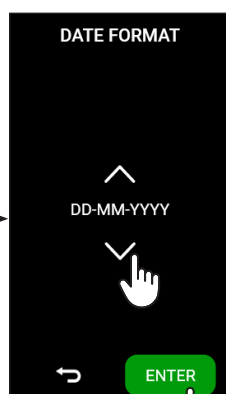

fig.3
Para um funcionamento correto, deixe um espaço livre de pelo menos 5 cm entre a parte traseira do dispositivo e uma eventual parede, ou utilize os espaçadores fornecidos (ver cap. 4.3) (fig. 3).
- Definir o formato da data e premir ENTER (fig.3);